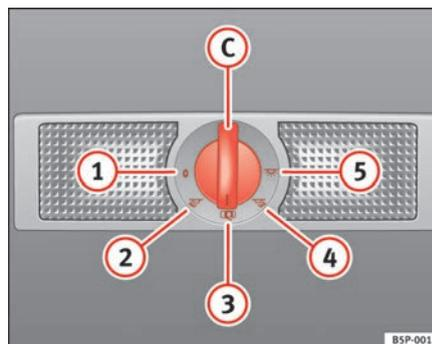

Fig. 76 Luce dell'abitacolo
- Quando l'interruttore si trova nella posizione ① ⇒ pag. 120, fig. 76, sia la luce dell'abitacolo che le luci di lettura sono spente.